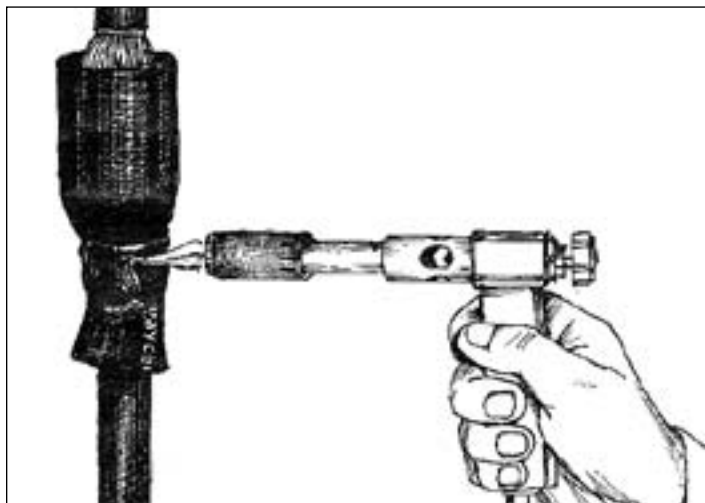

*Рис. 4.12.* - Муфта МТОК 96
**4.3.7.** На *рис. 4.12* показана загерметизированная муфта.